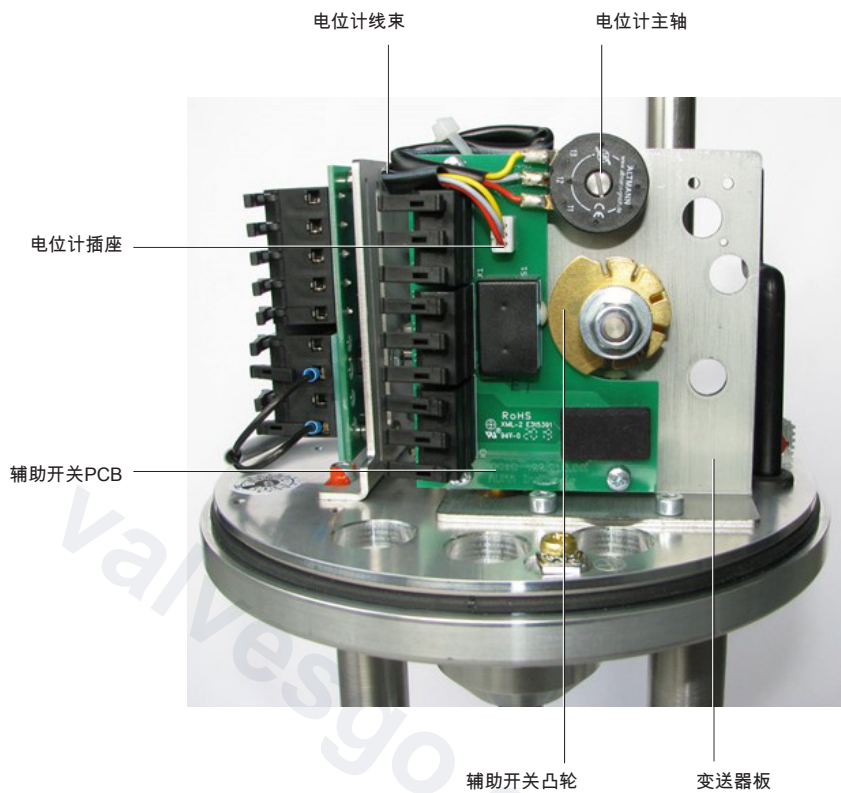

图12. 电位计安装和调整 (1-6 kN)
- 关于产品组装定位，请参考图12《电位计安装和调整（1-6 kN）》
- 按照图12《电位计安装和调整（1-6 kN）》所示，将线束连接至电位计插座